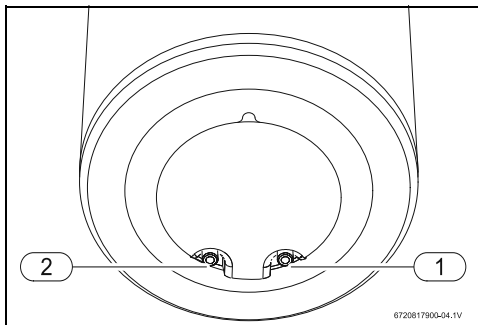

Fig. 11 Ligações de água (ES150/200)
- ▶ Identificar a tubagem de água fria e de água quente, de forma a evitar uma possível troca (Fig. 11).